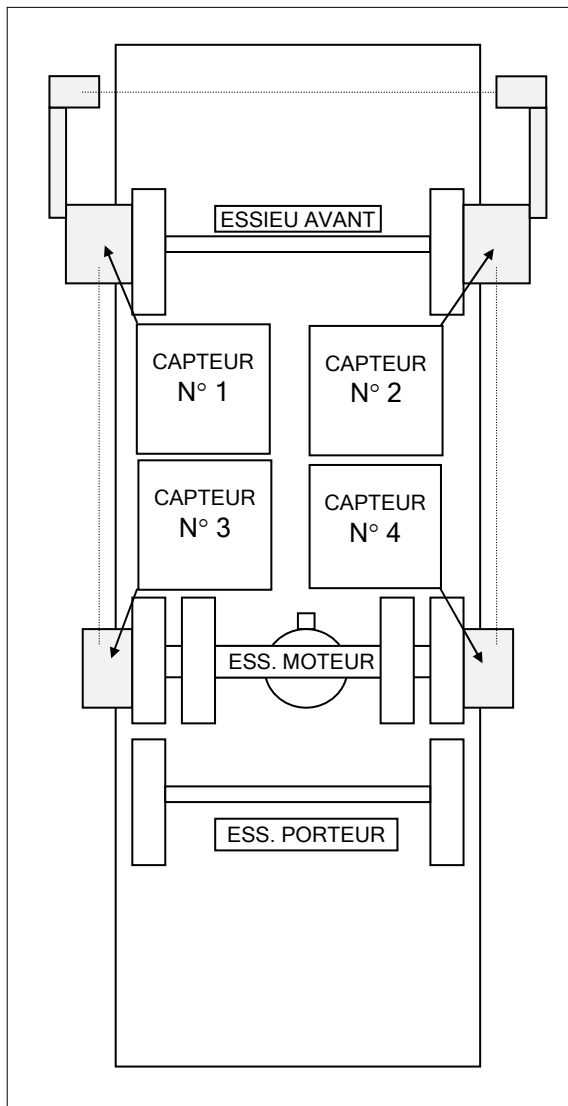
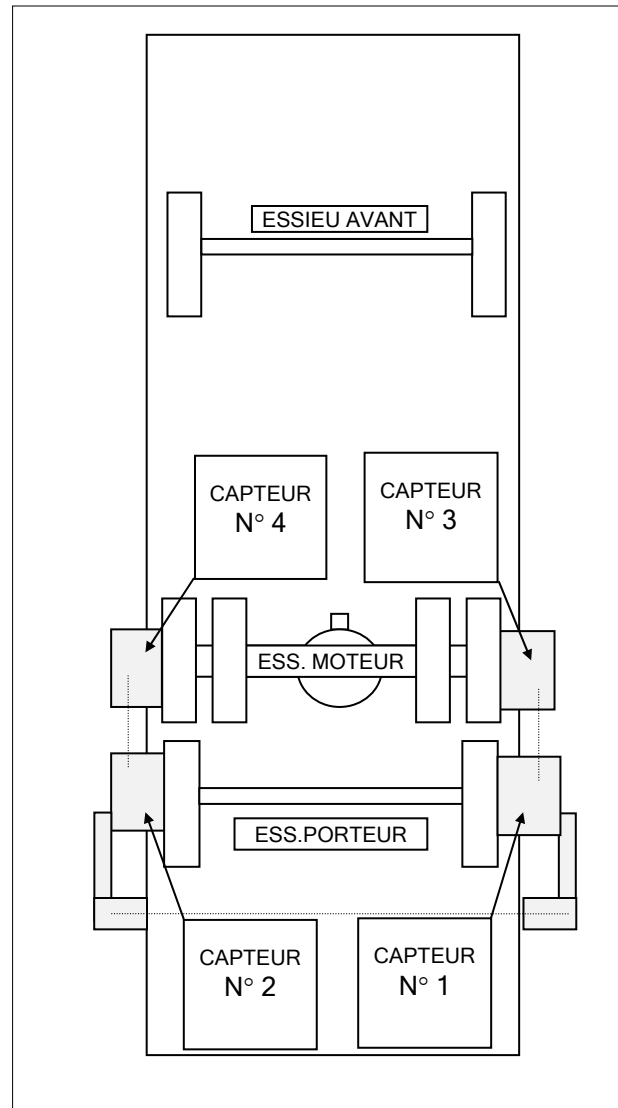

FIGURE 1, ESSIEUX AVANT ET MOTEUR
FIGURE 2 ESSIEU PORTEUR
- Monter les capteurs sur les roues de l'essieu avant et de l'essieu moteur (fig. 1).
**Remarque :** Voir les numéros de référence des capteurs (fig. 1).
- Procéder à l'alignement de l'essieu moteur selon le tableau des spécifications ci-dessous. Installer le système selon la configuration utilisée pour l'alignement de l'essieu avant (fig. 1).
- Retirer les capteurs et les installer sur les roues des essieux moteur et porteur tel qu'illustré à la figure 2;
**Remarque :** Procéder à l'installation des capteurs montés sur roue selon la figure 2. Se référer à la figure 1 pour les numéros des capteurs montés sur roue correspondants. Par exemple, le capteur précédemment installé à droite sur l'essieu avant, se trouve maintenant installé à gauche sur l'essieu porteur.